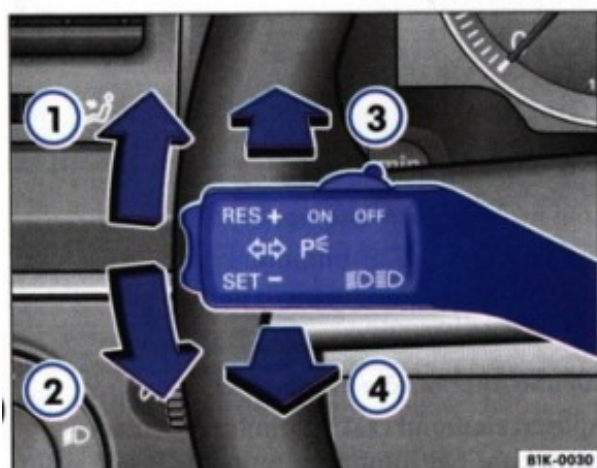

Fig. 40 Maneta pentru luminile de semnalizare și lumina de drum
- Acționați maneta în sus până la limită ⇒ fig. 40 ① pentru a semnaliza la dreapta, respectiv în jos ②, pentru a semnaliza la stânga.
- Acționați maneta în față ⇒ fig. 40 ③, pentru a aprinde lumina de drum.